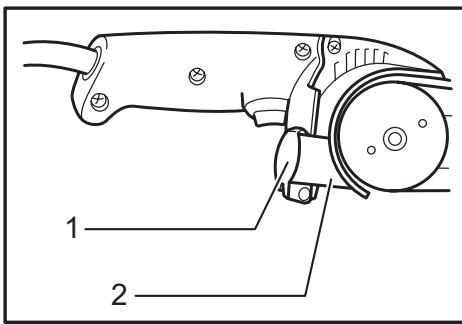

Fig.5
► Fig.5: 1. Nozzle cap 2. Nozzle